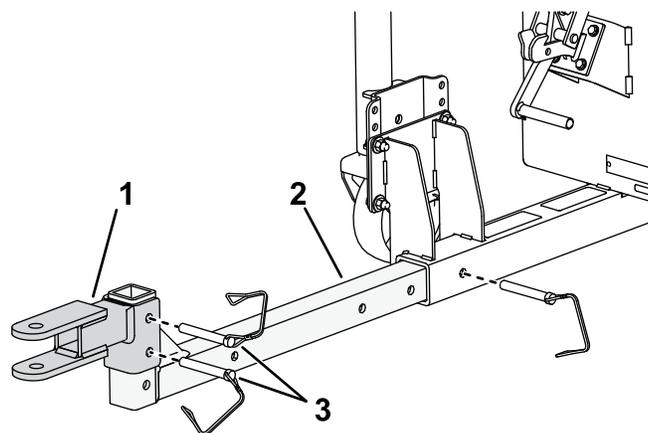

Figura 3
1. Insira o tubo de engate na estrutura como se mostra na Figura 3.
2. Instale o adaptador do engate no tubo de engate com os passadores de forquilha (Figura 3).
2. Retire os passadores de forquilha do adaptador do engate e ajuste a posição para cima ou para baixo (Figura 3) conforme necessário.